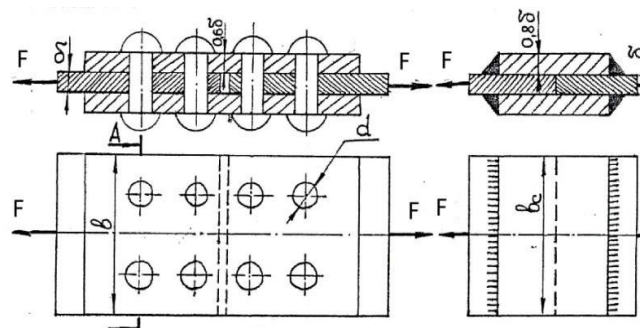

Рис. 2 - Схема задачи
7. На ступенчатом валу (рисунок 2) жёстко закреплены четыре шестерни. Ведущая шестерня сообщает валу вращающий момент $M_0 = 1200 \text{ Н}\cdot\text{м}$. Другие шестерни передают вращательные моменты на валы параллельные первому: $M_1=400 \text{ Н}\cdot\text{м}$, $M_2=600 \text{ Н}\cdot\text{м}$, $M_3=200 \text{ Н}\cdot\text{м}$, допускаемые напряжения $[\tau] = 32 \frac{\text{Н}}{\text{мм}^2}$. Построить эпюру крутящих моментов, определить диаметры ступеней вала и полный угол закручивания